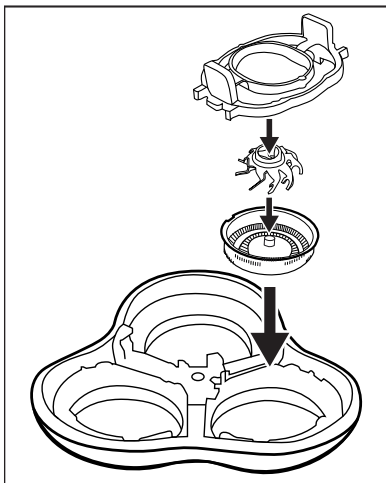

Fig. 4
- 4) Monte novamente a unidade de corte **2**. Consulte a figura abaixo para o ajudar (ver fig. 4).